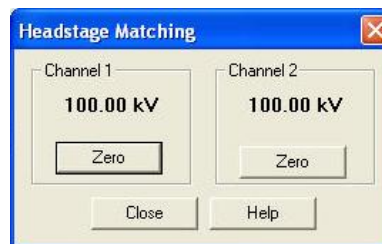

图 17. Headstage Matching 设定框
(1) 将探头屏蔽并接地。
(2) 去除与放大器的所有BNC信号线连接。
(3) 打开放大器上盖，在PCB（Printed circuit board）线路板上找到RV2可变电阻。如果放大器前面板正对着你，则RV2在左上四分之一的位。
(4) 在Commander程序面板，打开Options/Advanced，在Headstage Calibration中解开挂锁，点击Match。出现一个警示框，提示继续进行将使探头的设置恢复为出厂时的设置。点击OK后将开启Headstage Matching设定框（图17）。
(5) 将探头与Patch-1U模型细胞的Bath位相连。
(6) 在Headstage Matching设定框中，点击Zero按钮，